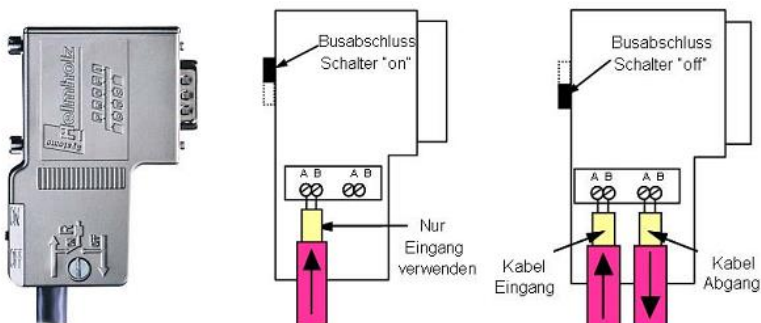

Abbildung 2
- 2.) Die Datenkabel von eingehendem und ausgehendem Geräteknoten dürfen nicht vertauscht werden (siehe Abbildung 2). Auf dem Steckverbinder signalisieren Pfeile die ein- („ingoing“) und ausgehende („outgoing“) Verbindungsrichtung.